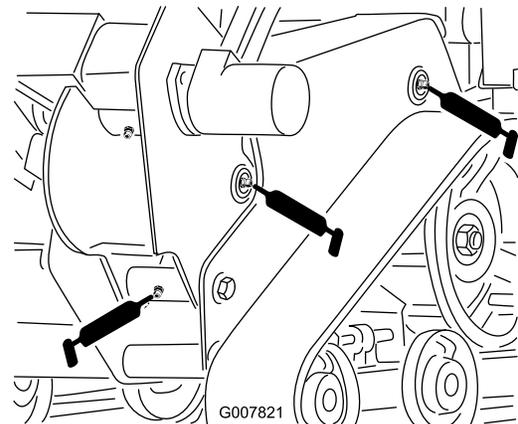

Figura 27
3. Collegate un ingrassatore a pressione a ciascun raccordo (da Figura 27 a Figura 30).